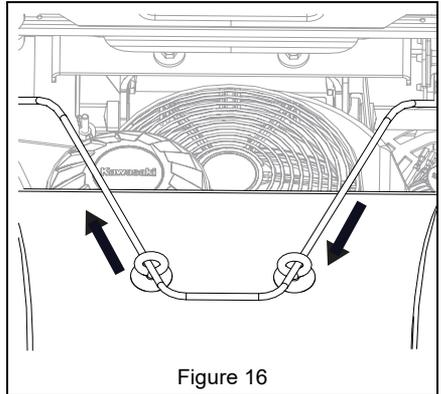

Figure 16
2. Faire passer l'autre extrémité de la corde dans les boulons à œillets. Voir Figure 16.